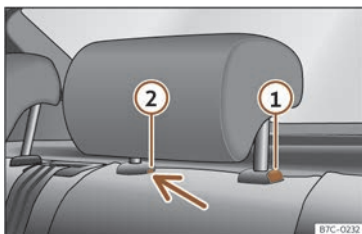

Fig. 72 Tetiera spate: demontarea.
- Apăsați butonul >>> fig. 72 ①, în timp ce apăsați simultan pe orificiul de siguranță ② cu o șurubelniță cu cap plat de lățime maximă de 5 mm și scoateți tetiera.